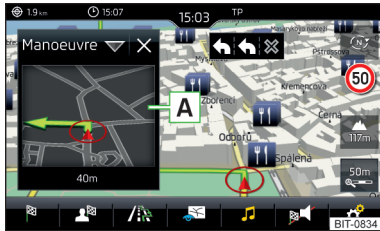

Abb. 161
Das Infotainment bietet die Möglichkeit an, im Zusatzfenster **Position** » **Abb. 161** auf **Seite 148** die folgenden Informationen zur aktuellen geografischen Fahrzeugposition sowie zum Satellitensignal anzuzeigen.
- Zur **Auswahl des Inhalts** des Zusatzfensters **A** » **Abb. 161** die Funktionsfläche antippen und kontextabhängig eines der folgenden Menüs wählen.